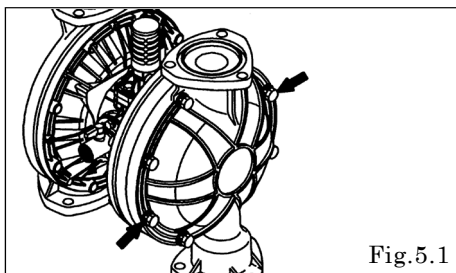

Fig.5.1
- アウトチャンバー取付ボルト 16 か所（NDP-H80 は 24 か所）を外し、アウトチャンバーを取り外す。〔Fig.5.1〕